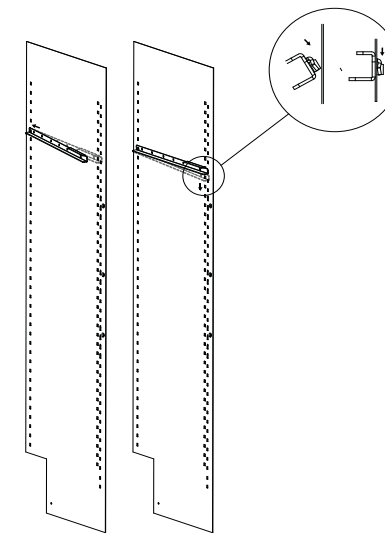
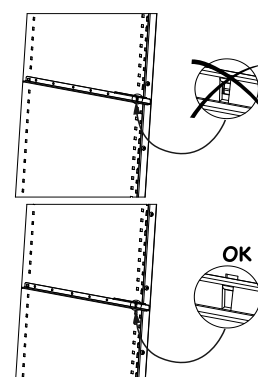

图1
图2
- 移除酒柜内部和外部的保护部件，包括下铰链的保护套(见图1)。
1. 将2个滑条插入酒架支撑带中。每个酒架左右侧个安装一个滑条（见图1）。确保滑条正确地固定在壳体内（见图2）。
1. 将2个滑条插入酒架支撑带中。每个酒架左右侧个安装一个滑条 (见图1及图2)。
- 将滑条插入酒架支撑带要求位置上 (见图1和2);